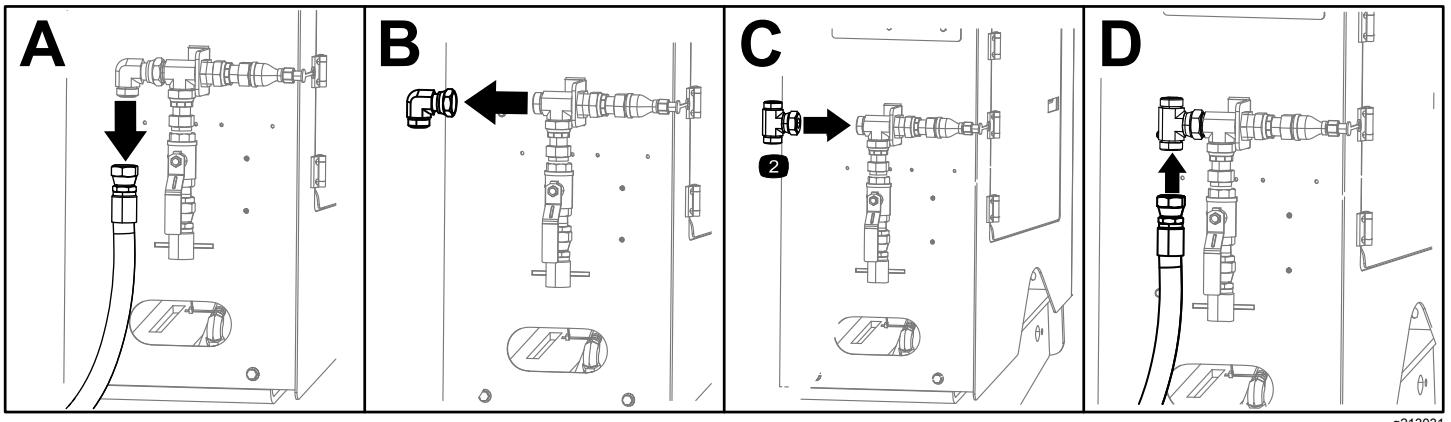
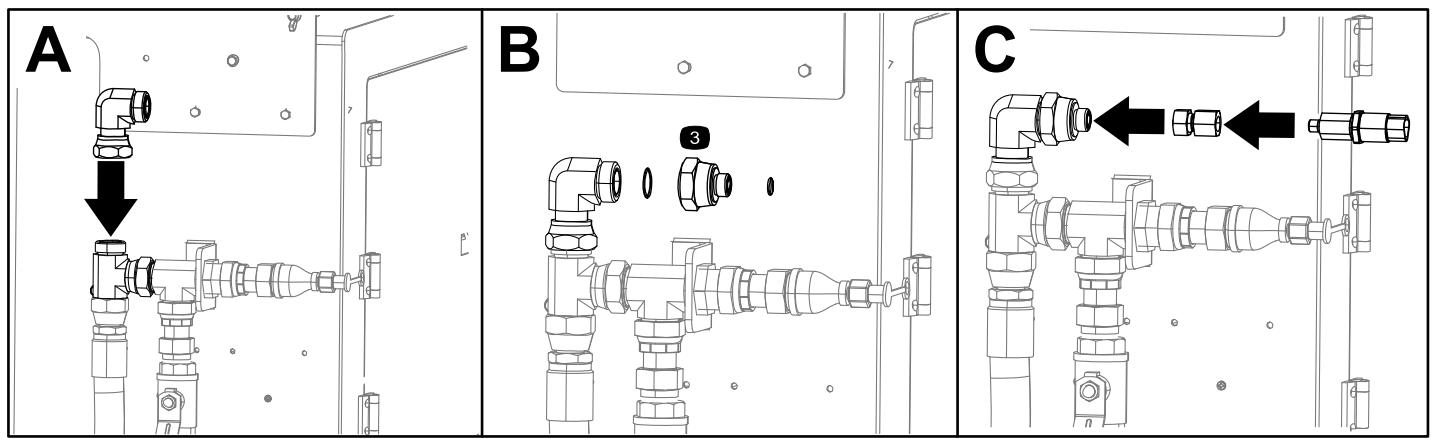

Bild 10
Bild 11
1. Entfernen Sie den Schlauch vom Anschlussstück an der rückwärtigen Steuerungsaufhängung (Kasten A in Bild 10).
2. Entfernen Sie das Anschlussstück von der rückwärtigen Steuerungsaufhängung (Kasten B in Bild 10).
3. Montieren Sie das T-Anschlussstück an der rückwärtigen Steuerungsaufhängung (Kasten C in Bild 10).
4. Bringen Sie den Schlauch auf das T-Anschlussstück auf (Kasten D in Bild 10).
5. Montieren Sie das in 2 entfernte Anschlussstück wieder, siehe Kasten B in Bild 10 (Kasten A in Bild 11).
6. Montieren Sie das Reduzierstück und die O-Ringe (Kasten B in Bild 11).
7. Montieren Sie die in 3 von Abkoppeln des Druckwandlers \(Seite 5\) entfernte Druckwandlerbaugruppe wieder, siehe Kasten (Kasten C in Bild 11).